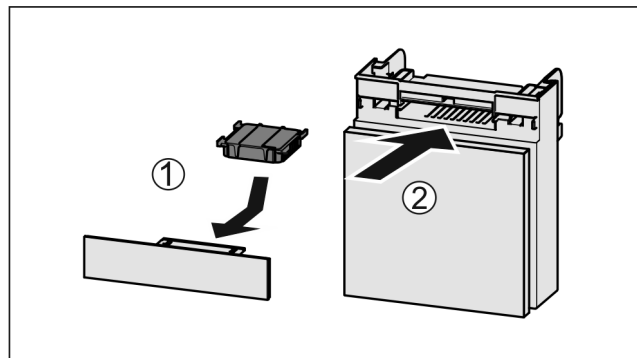

Fig. 152
- ▶ Поставете Fig. 152 (1) филтъра с активен въглен, както е показано на фигурата.
- ▶ Вкарайте Fig. 152 (2) отделениято.